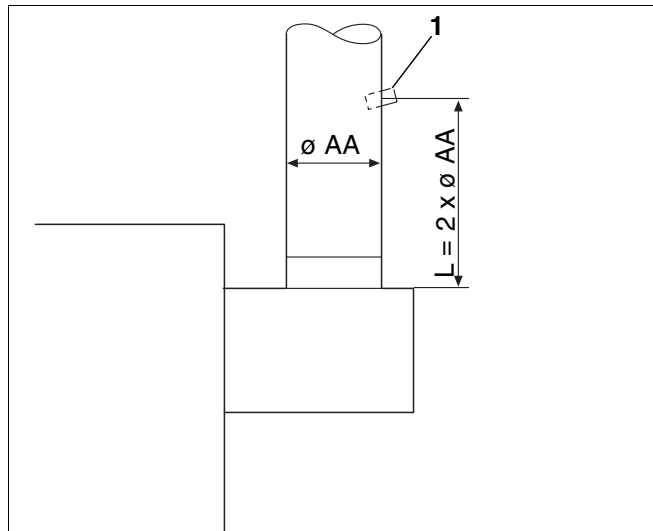

Рис. 28 Проведение замеров
Для проведения приведенных далее измерений нужно на присоединительном участке системы дымовых газов сделать отверстие для замеров (Рис. 28, **поз. 1**). Расстояние от прерывателя тяги должно быть равно двум диаметрам дымовой трубы (AA).
- Точку замера на присоединительном участке (Рис. 28, **поз. 1**) разместить на стороне, отвернутой от котла. Для этого просверлить отверстие диаметром 8 мм.